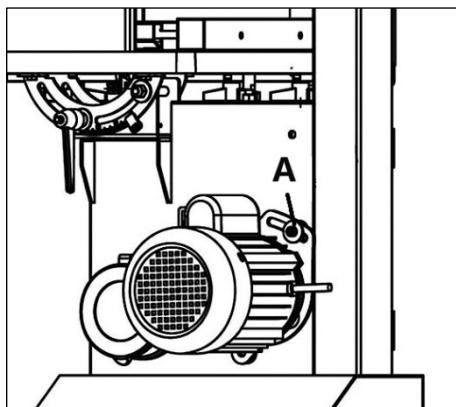

Рисунок 17.
- Ослабьте болт крепления двигателя А (рис. 17) и поверните двигатель против часовой стрелки, чтобы уменьшить натяжение приводного ремня, поверните двигатель по часовой стрелке, чтобы увеличить натяжение приводного ремня. Затяните болт крепления двигателя.